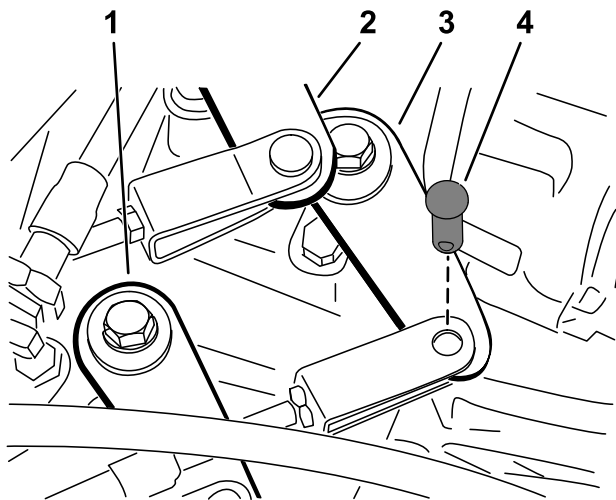

Figura 45
2. Retire los pasadores de horquilla que fijan los cables del cambio de marchas a los brazos de cambio del transeje (Figura 45).
1. Retire el pasador de horquilla que sujeta el cable de alto-bajo al transeje (Figura 45).